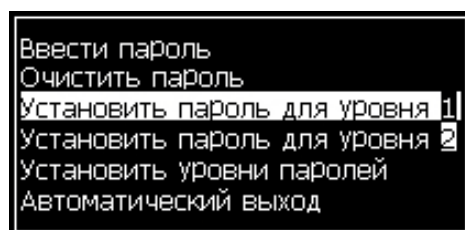
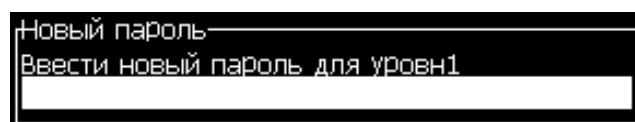

Рисунок 4-4: Установка уровня доступа для пароля
Рисунок 4-5: Новый пароль
- 1 Нажмите кнопку “Alt + w”, и выберите опцию “Set Password for level 1” (установка пароля для уровня доступа 1) или “Set Password for level 2” (установка пароля для уровня доступа 2) из меню “Password” (пароль) (смотрите Рисунок 4-4). Появится диалоговое окно “New Password” (новый пароль) (смотрите Рисунок 4-5).